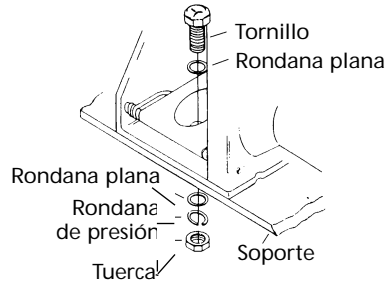

Figura 7
Perfore dos orificios de 7/16" (12 mm) de diámetro con las líneas centrales a exactamente 93.66 mm (3-11/16") de distancia (Figura 7) en el soporte elegido para el cabrestante. Sujete el cabrestante con los dos (2) tornillos de cabeza hexagonal de 3/8"-16. Asegúrese que los herrajes sean ensamblados como se muestra. Apriete los herrajes con 35 lb. ft. de torsión.